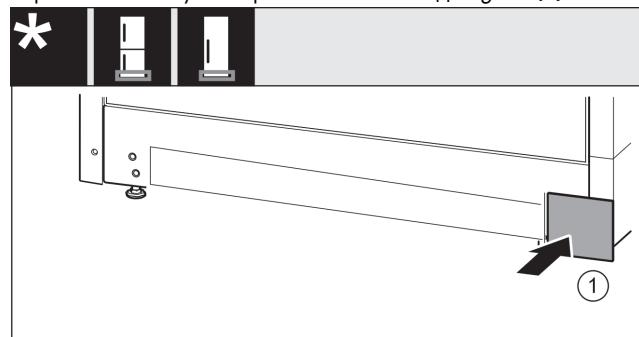

Fig. 17
- Знову одягнути кришку з іншого боку. Fig. 17 (1)